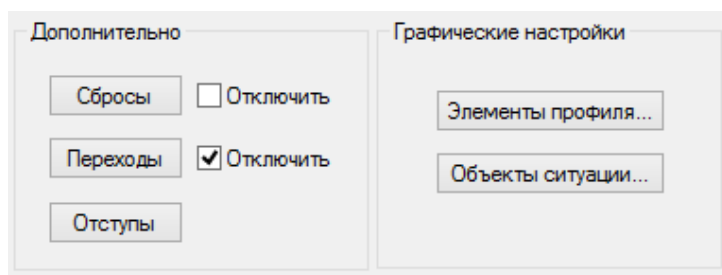

Рис. 95 Чтобы скрыть переходы на профиле, следует в окне *Параметры рисования профиля* установить флажок *Отключить*
2. В разделе *Дополнительно* напротив *Переходы* установить флажок *Отключить* (см. Рис. 95)